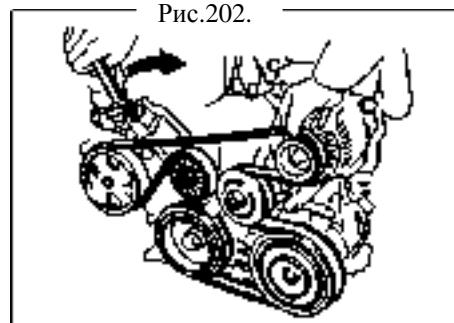

Рис.202.
2. Снимите Ремень ГРМ (рис.202).